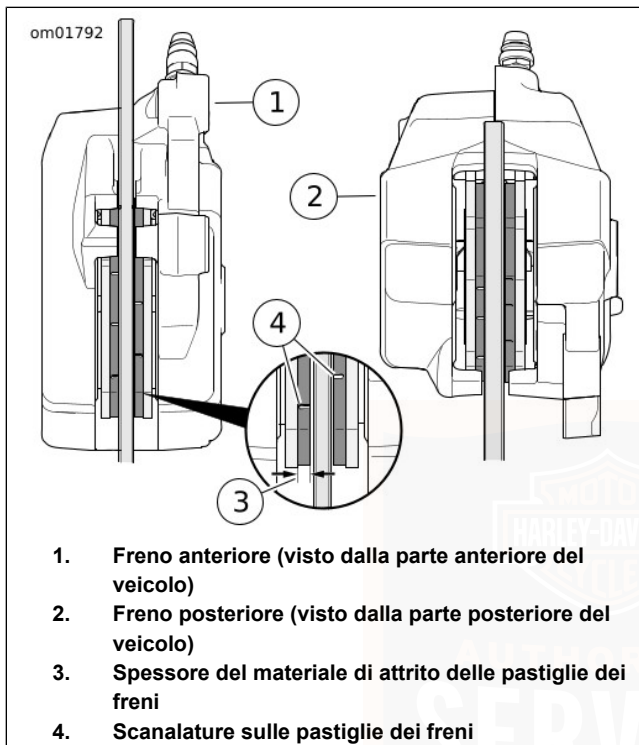

Figura 71. Materiale di attrito della pastiglia del freno
1. Vedere Figura 71. Controllare il disco del freno mentre gira. Il disco deve essere centrato nella pinza del freno.